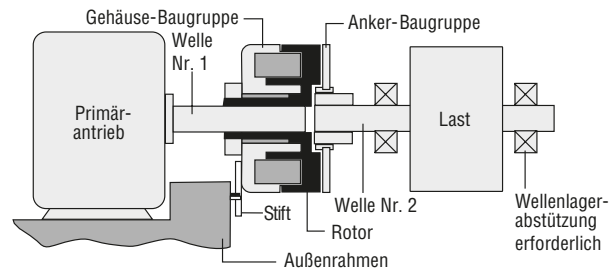

Abbildung 2
**Abbildung 2** - Dienen zur Kopplung von zwei Wellensträngen. Der Rotor ist an einer Welle befestigt, der Anker an der anderen. Die Gehäusebaugruppe ist lagermontiert und verfügt über einen Verdrehsicherungsstift.